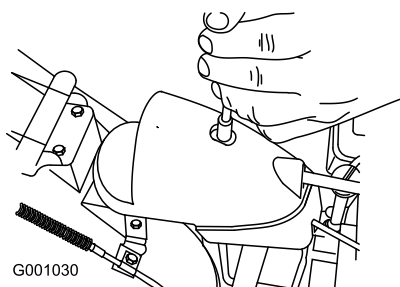

Figure 51
- Retirez la fixation du couvercle du secteur denté (Figure 51), soulevez l'avant du couvercle et faites-le coulisser en arrière de façon à l'écarter.